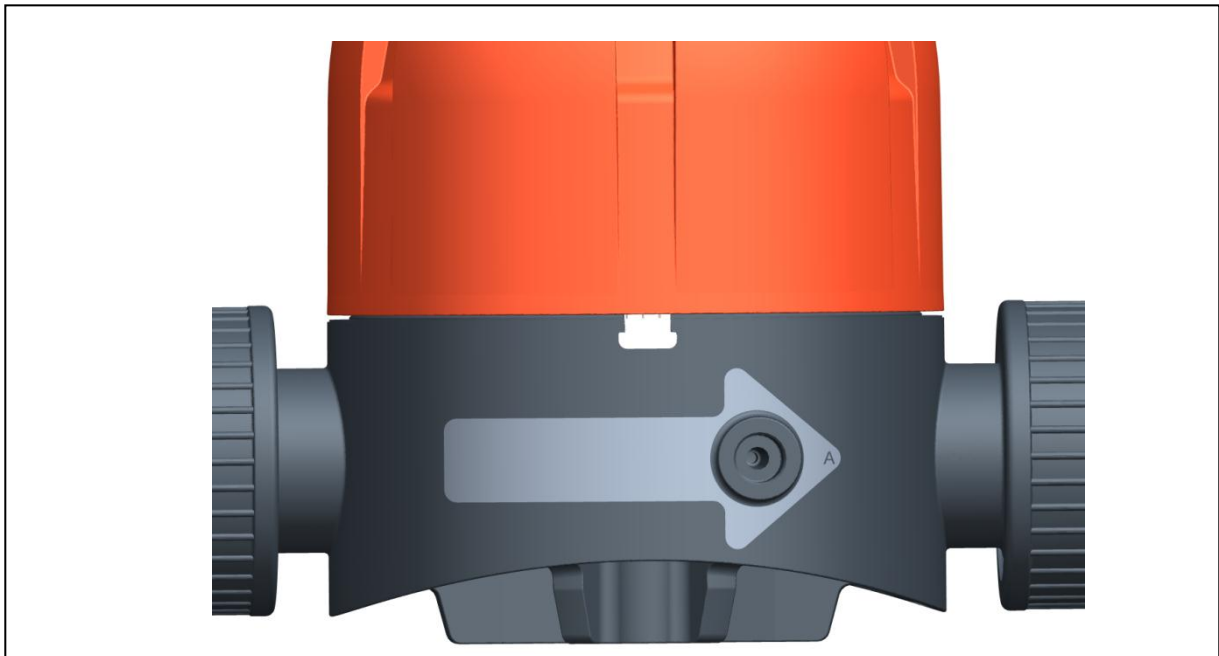

Fig. 1
- ▶ Observar la dirección del flujo, ver la flecha de dirección en la pieza de base (fig. 1)